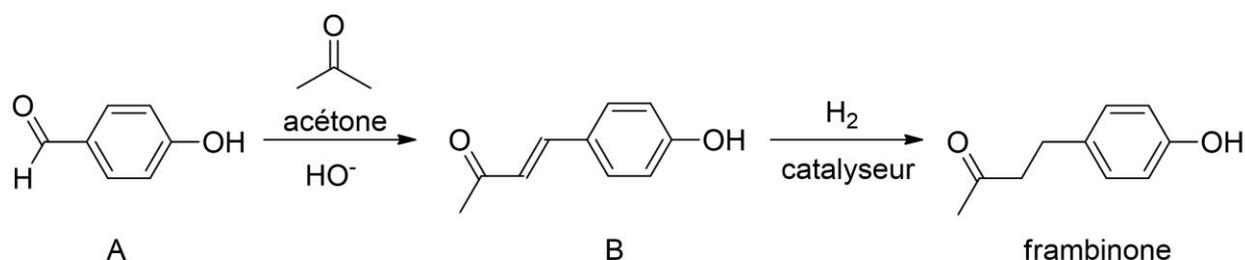

Figure 2. Étapes de la séquence réactionnelle d'obtention de la frambinone
**Q6.** Sachant que la deuxième étape de la séquence réactionnelle (figure 2) est réalisée avec un excès de dihydrogène et que la masse de frambinone obtenue est  $m_{\text{exp}} = 2,19$  g, montrer que la valeur du rendement  $r$  de la synthèse est proche de 65 %.